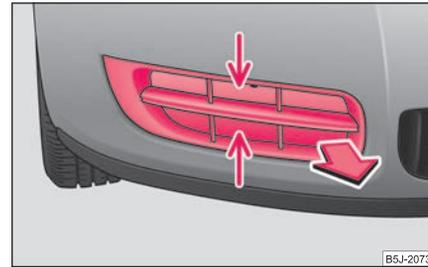

Abb. 196 Vordere Stoßfänger: Schutzgitter
- Greifen Sie das Gitter an den mit Pfeilen gekennzeichneten Stellen an und nehmen Sie es heraus ⇒ Abb. 196.